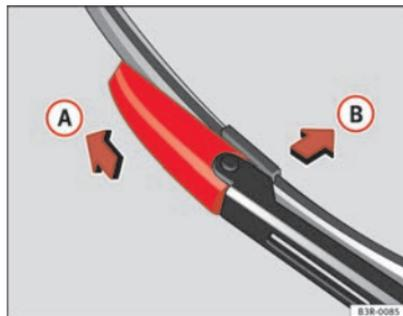

Fig. 170 Extraer la escobilla
- Desplace el elemento de bloqueo de la escobilla en la dirección de la flecha ⇒ fig. 170 (A). Aguante al mismo tiempo la escobilla.
- Saque la escobilla (B) del alojamiento del brazo del limpiaparabrisas.